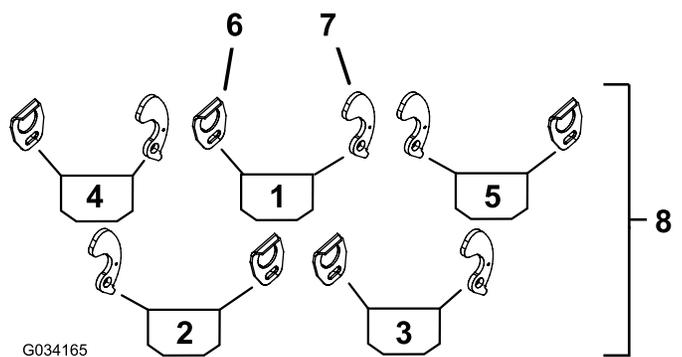
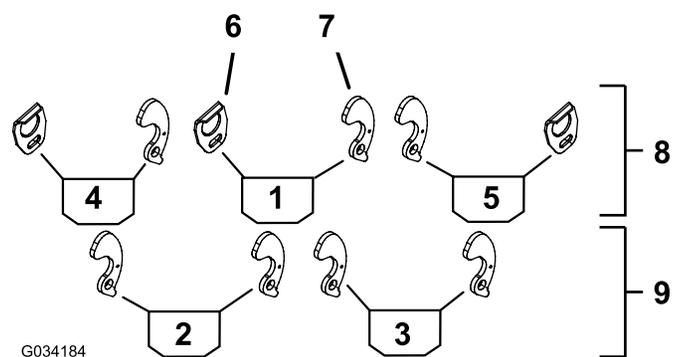
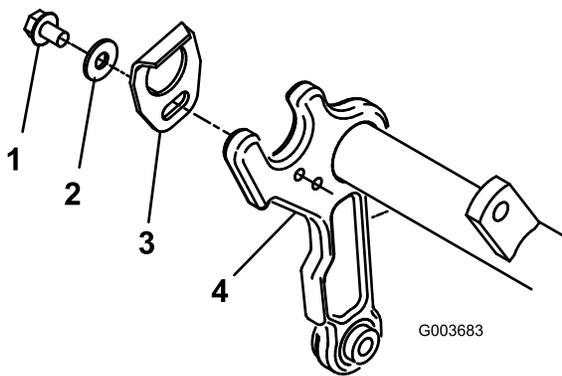

Figura 3
Figura 4
Figura 5
2. Utilice Figura 3 o Figura 4 para determinar las posiciones de montaje de las guías de los recogedores (color rojo) o los soportes de los recogedores (color negro) en los bastidores de tiro.
Nota: La Figura 3 se refiere al Reelmaster Serie 5210/5410/5510/5610. La Figura 4 se refiere al Reelmaster Serie 3550 y 5010-H.
3. Monte una guía de recogedor en el lado correspondiente de cada bastidor de tiro (Figura 3) con un perno (5/16" x 1½") y una arandela plana (3/8" x 7/8"). Coloque los componentes según se muestra en Figura 5.